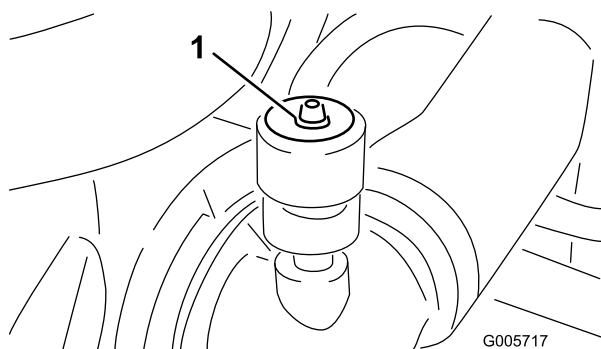

Figure 43
- Faites l'entretien du filtre à air quand l'indicateur de colmatage (Figure 43) est rouge ou toutes les 400 heures (plus fréquemment si vous travaillez dans une atmosphère extrêmement poussiéreuse ou sale). N'effectuez pas l'entretien du filtre à air trop souvent.
6. Réarmez l'indicateur de colmatage (Figure 43) s'il est rouge.